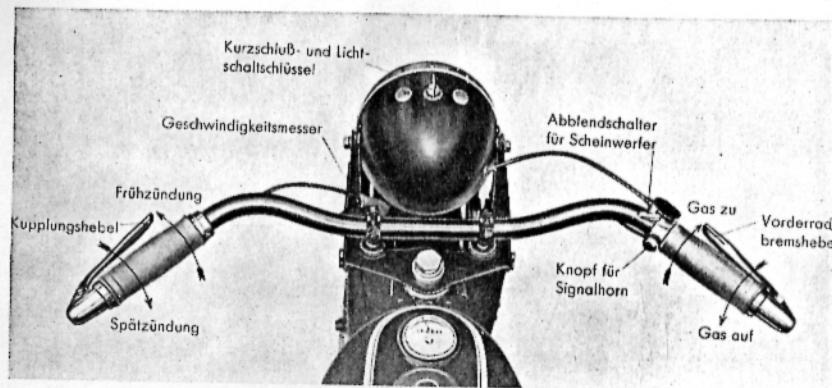

Abb. 7 Lenker und Scheinwerfer der R2-Maschine
Die Mehrzahl der Bedienungshebel ist in handlicher Form auf dem Lenker angebracht. Auf der rechten Lenkerhälfte befindet sich der Gasdrehgriff, der Druckknopf zur Hornbetätigung, der Abblendschalter für den Scheinwerfer und ferner der Vorderradbremsehebel. Auf der linken Lenkerhälfte ist der Kupplungshebel und der Zündungsdrehgriff angeordnet. Abb. 7 und 8.
Der Geschwindigkeitsmesser ist bei der **R 3- und R 4-Maschine** im Scheinwerfer, bei der **R 2-Maschine** im Tank eingebaut (Abb. 7 u. 8).
a) **Gasdrehgriff.** Der rechte Drehgriff, der durch Bowdenkabel auf den Gasschieber des Vergasers wirkt, öffnet durch Linksdrehung, also nach rückwärts und schließt durch Rechtsdrehung — nach vorwärts — (Abb. 7 und 8). Beim Leerlauf bleibt der Drehgriff geschlossen.